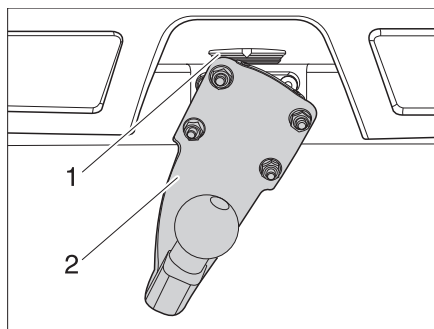

Bild 5 Anhängerkupplung
- Anhängerkupplung (Bild 5,2) im 90° Winkel an Arretierung (Bild 5,1) ansetzen.
- Anhängerkupplung (Bild 5,2) nach unten schwenken bis die Arretierung (Bild 5,1) einrastet.
- Arretierung (Bild 5,1) nach oben drücken.
- Anhängerkupplung (Bild 5,2) 90° nach links schwenken.
- Arretierung (Bild 5,1) loslassen.
- Anhängerkupplung (Bild 5,2) abnehmen.